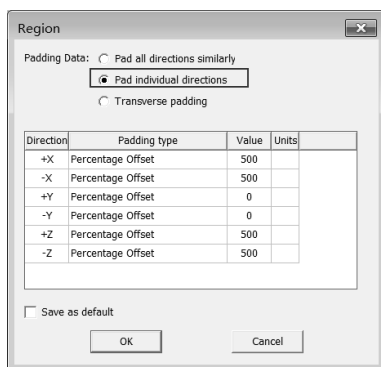

图 19-11 输入求解域大小
Step2 如图 19-11 所示, 在 Region 对话框的 Pad individual directions 栏中输入表 19-1 中的相关数据。